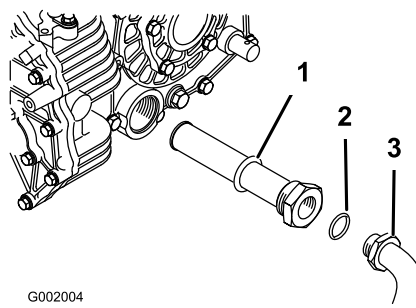

Figura 69
5. Togliete il flessibile idraulico ed il connettore a 90° (Figura 69).